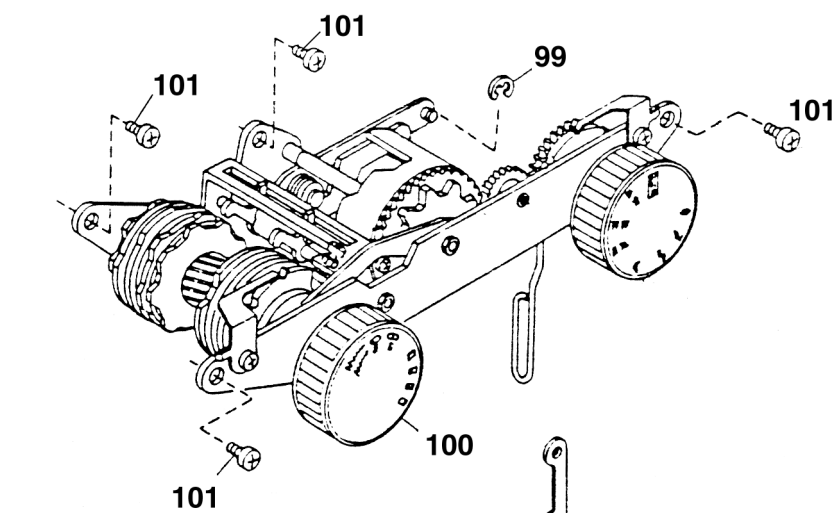

Рис. 31
- Снять стопорные шайбы 99 (рис. 31).
- Регулятор стежка “зиг-заг” 100 (рис. 31) установить на отметку “1” в программе выполнения петли и ослабить винт с внутренним шестигранником размером 2 мм.
- Закрутить четыре винта 101 (рис. 31).
- Установить регулятор стежка “зиг-заг” 100, установленный на отметку “4” в программе выполнения петли, и закрутить винт с внутренним шестигранником (рис. 31).